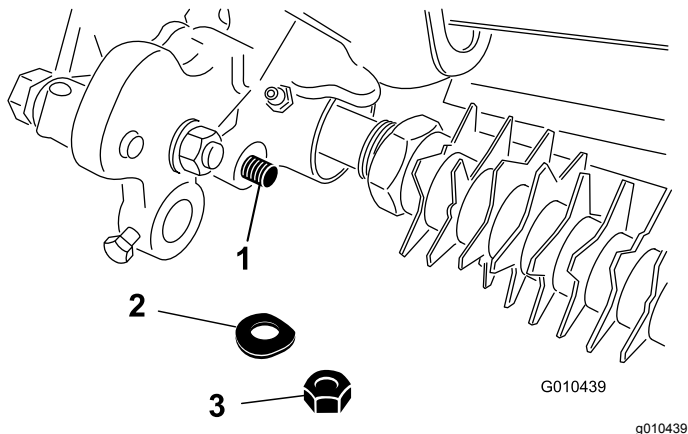

Рисунок 28
3. Снимите контргайку и тарельчатую шайбу, которые крепят конец стержня узла рычага высоты скашивания к узлу привода механической щетки (Рисунок 28).